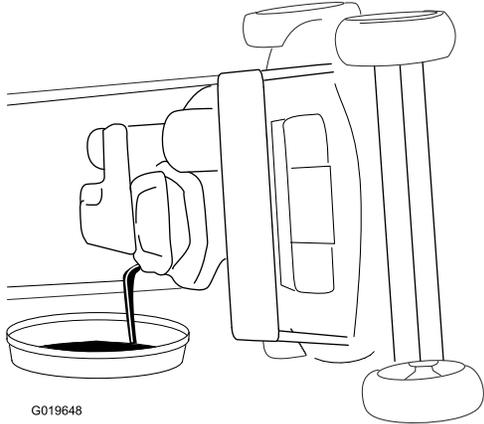

Figura 29
- Ponga la máquina de lado (de modo que el filtro de aire quede hacia arriba) para drenar el aceite usado a través del tubo de llenado de aceite (Figura 29).